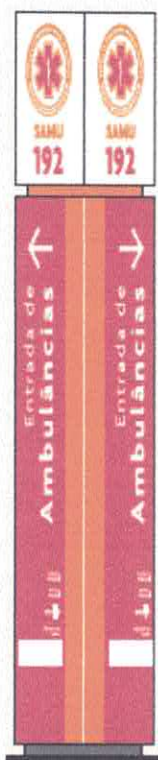

Figura 10 – Totem para base descentralizada SAMU 192.
- 1) Totem citado no item 4.01/4.02, pág 33 do Manual de Identidade Visual SAMU 192 Versão 1.2/2012, conforme figura 10 e 11 ; ou placa citada no item 4.03/4.04 do Manual de Identidade Visual SAMU 192 Versão 1.2/2012 conforme Figura 12 e 13 ou placa bandeira conforme itens 4.05/4.06 do Manual de Identidade Visual SAMU 192 Versão 1.2/2012 conforme figura 14 e 15;
- 1) Totem citado no item 4.01/4.02, pág 33 do Manual de Identidade Visual SAMU 192 Versão 1.2/2012, conforme figura 10 e 11 ; ou placa citada no item 4.03/4.04 do Manual de Identidade Visual SAMU 192 Versão 1.2/2012, conforme Figura 12 e 13 ou placa bandeira conforme itens 4.05/4.06 do Manual de Identidade Visual SAMU 192 Versão 1.2/2012, conforme figuras 15 e 15;